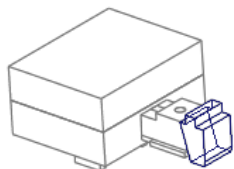
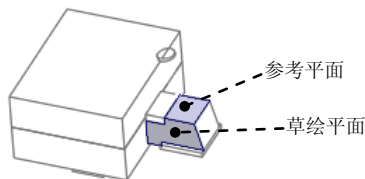

图 27.55 实体拉伸特征
图 27.56 定义草绘平面
Step5. 创建实体拉伸特征，如图 27.55 所示。单击 **模具** 功能选项卡 **形状** 区域中的 **拉伸** 按钮，此时系统弹出“拉伸”操控板；在出现的操控板中确认 **草绘** 按钮被按下；从系统弹出的菜单中选择 **定义内部草绘** 命令；选取图 27.56 所示的平面为草绘平面，然后选取图 27.56 所示的表面为参考平面，方向为 **上**。单击 **草绘** 按钮，进入草绘环境；进入截面草绘